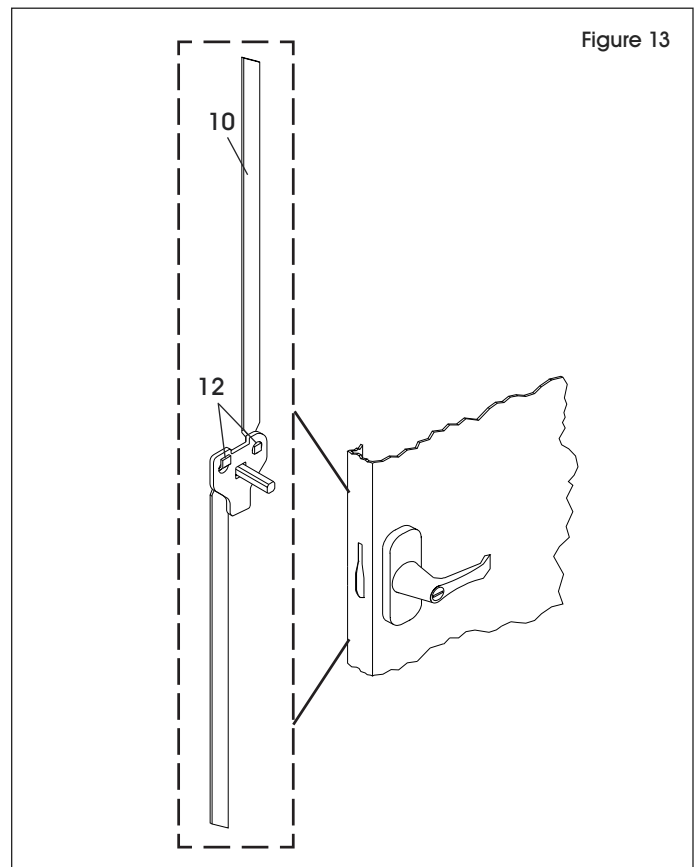

Figure 13
3. Avec la poignée toujours en position ouverte, accrochez les barres de verrouillage (10) à la came de verrouillage. Une fois en position, tournez lentement la poignée de porte en position fermée afin que les barres de verrouillage sortent des trous dans le haut et le bas de la porte. (Voir Figure 13)